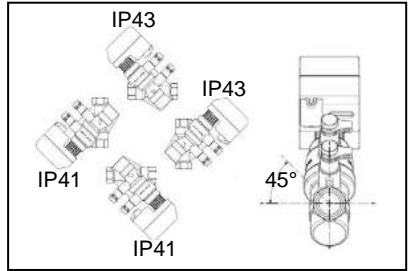

Fig.1
I modelli KA9705B00.800, KA9705B01.800 e KA9705B02.800 possono essere avvitati direttamente sopra le valvole VIR Fig. 9705B. Avvitare con le mani senza fare uso di leve rispettando le indicazioni di Fig.1.
*Models KA9705B00.800, KA9705B01.800 and KA9705B02.800 can be screwed directly onto the valve itself. Screw the actuator onto the valve with your bare hands, avoiding the use of any tools and respecting the indications of Fig. 1.*